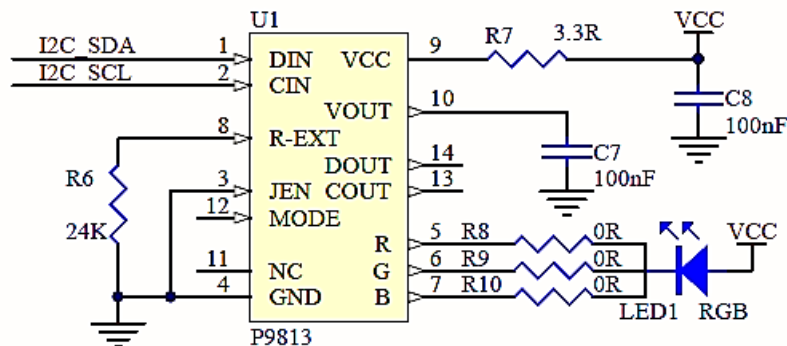
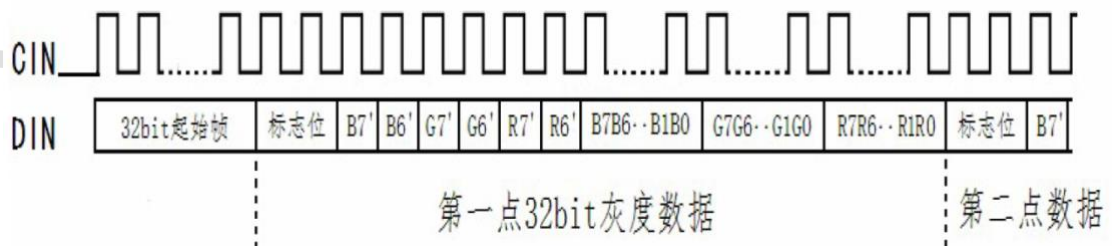

图 3.2 RGB 驱动电路原理图
图 3.3 P9813 驱动时序图
- 这部分的电路原理如图 3.2 所示。驱动的时序图如图 3.3 所示。